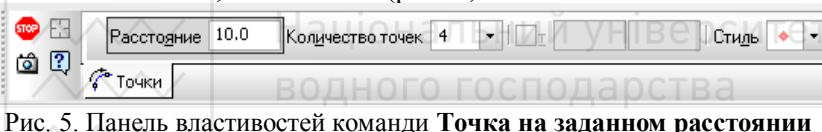

Рис. 5. Панель властивостей команди Точка на заданном расстоянии
4. Точка на заданном расстоянии – позволяет побудовывать точки на кривой, что находятся на заданной отдаленности от указанной точки на этой кривой (базовой точки) и один от другого. Має параметри: відстань між точками, кількість точок, координати початкової точки, стиль точок (рис. 5).